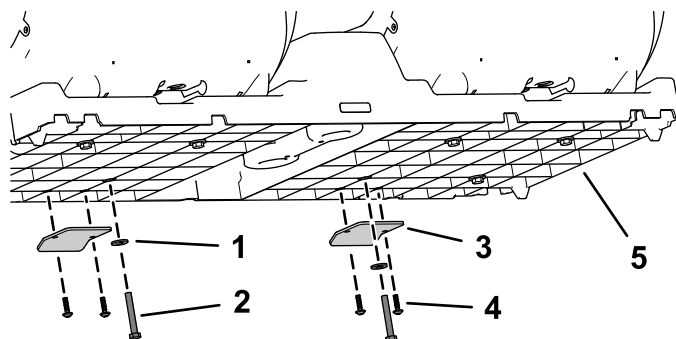

Figura 4
1. Retire os 4 parafusos de cabeça torx dos suportes do retentor do banco e os 2 parafusos de cabeça flangeada e 2 anilhas mais próximos de cada suporte (Figura 4).
2. Retire os 2 suportes do retentor do banco do conjunto da base do banco (Figura 4).